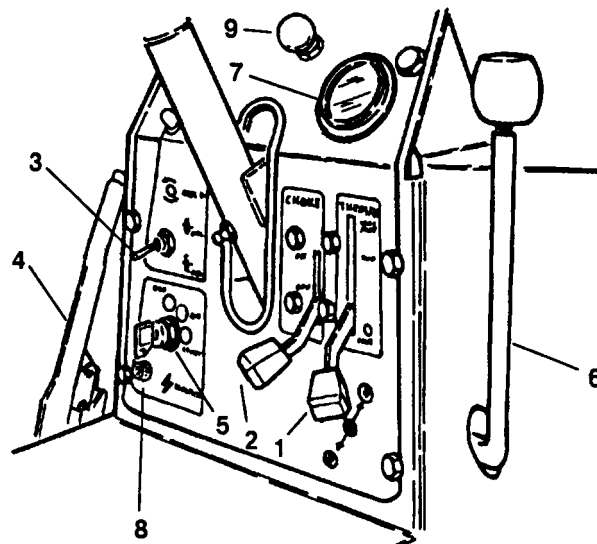

Fig. 13 (bensinmodeller)
**Bensinmodeller** (fig. 13)—Tenningsbryteren brukes til å starte, stoppe og forvarme motoren. Den har tre stillinger: AV, PÅ og START.